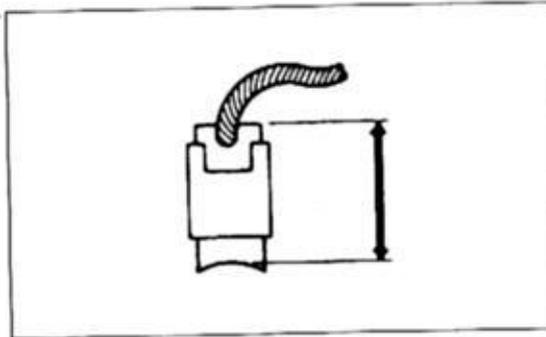

Bild 57
-  Bürstenlänge messen, Verschleissgrenze 9 mm (Bild 57).